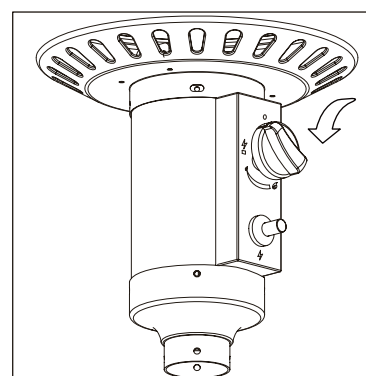

Figura 2
4. Presione y gire la perilla de control hacia la izquierda para "PILOTO" ( ⚡ ) (Figura 2).